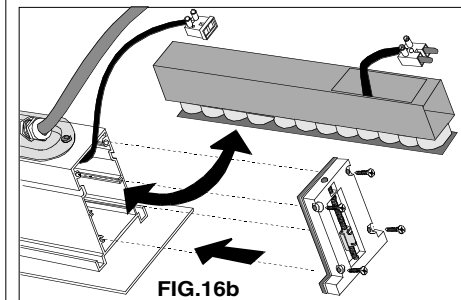

FIG.16b
- Procedere alla sostituzione del modulo e ripetere le operazioni precedenti in senso inverso. **FIG.16b**
- Replace the led module and repeat the previous instructions in backward order. **FIG.16b**
- Remplacer la platine led et répéter les opérations précédentes en sens invers. **FIG.16b**
- Die Steckplatte ersetzen und die vorige Aktionen in Gegenrichtung wiederholen. **FIG.16b**